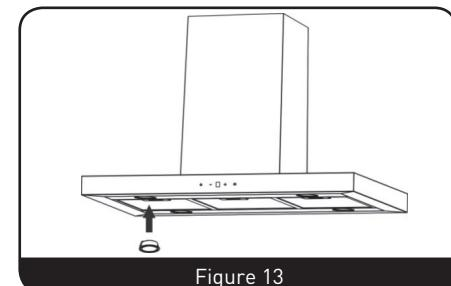

Figure 13
- Remplacez-la par une ampoule de même type et de même puissance (Max. 1,5 W). (Figure 13)